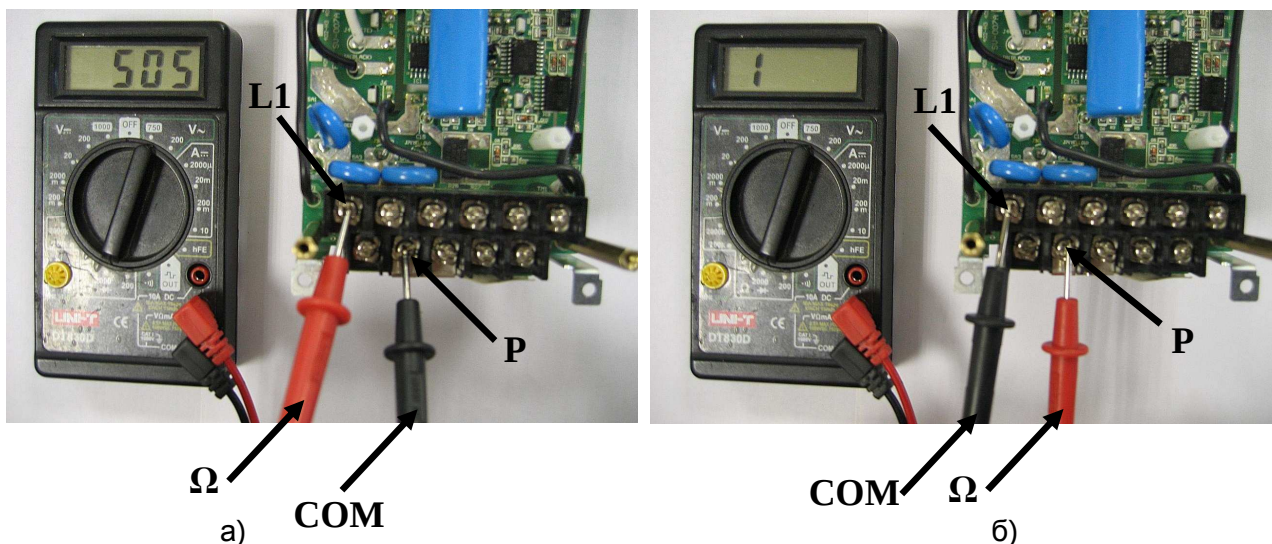

Рис.4.5. Проверка входных силовых цепей относительно клеммы Р
- 4.7.4. Проверить цепь P-L1, как показано на рис. 4.5. При исправной матрице цепь «звонится» как диод (при прямой проводимости показания прибора 200.....1000, рис. 4.5.а, при обратной проводимости – «Обрыв цепи», рис. 4.5.б).